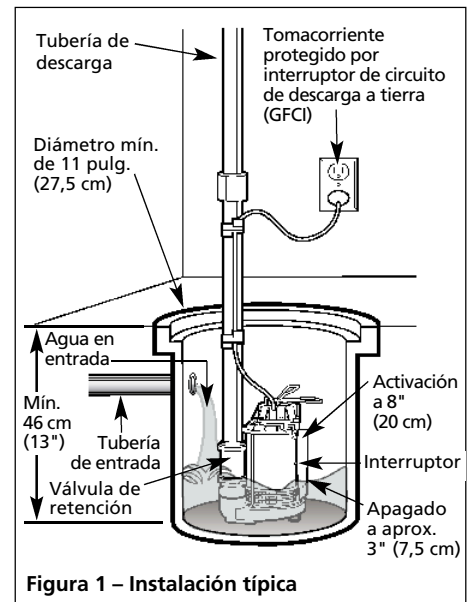

Figura 1 – Instalación típica
1. Instale la bomba en un pozo de sumidero con el tamaño mínimo, como se muestra en la figura 1. Haga el pozo de sumidero en loza, cemento, acero o plástico.
6. Posicione la bomba LEJOS de la entrada de agua de manera que el interruptor no quede cerca de la entrada de agua (ver Figura 1).